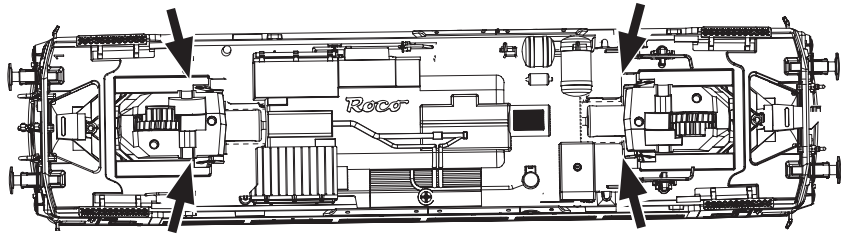

Fig. 7
**2. Schmierung:** Versehen Sie die im Schmierplan in Fig. 7 gekennzeichneten Stellen mit nur **kleinen Öltropfen**. Dazu zuerst das Lokgehäuse abnehmen (Fig. 3). Wir empfehlen den ROCO **Öler Art.-Nr. 10906**. Fürs Schmieren der Getriebeteile (Zahnräder, Schnecke) empfehlen wir das **ROCO-Spezialfett Art.-Nr. 10905**. Im Falle der Schmierung diese Teile **nicht ölen**.
**2. Lubrication:** Apply **tiny oil drops** to spots marked in fig. 7. Prior to lubrication dismantle locomotive (fig. 3). We recommend using item no. **10906, Roco oiler**. For lubrication the gearparts (e.g. cogwheels, worm) we would recommend our Roco **special grease** (item no. **10905**).